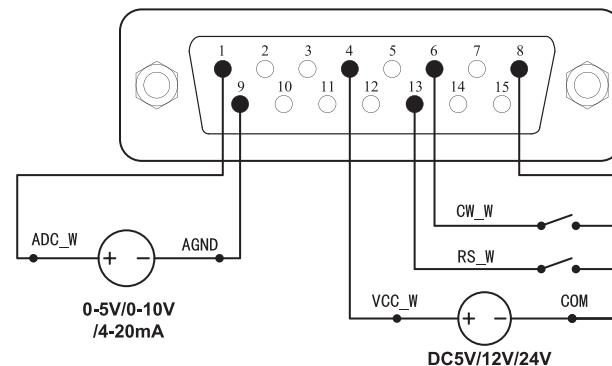

图9 外控模式连接外部电源接线图
- 在切断电源状态下，按照下面接线图9或图10接好电路，将DB15接口连接到泵的背部接口上。